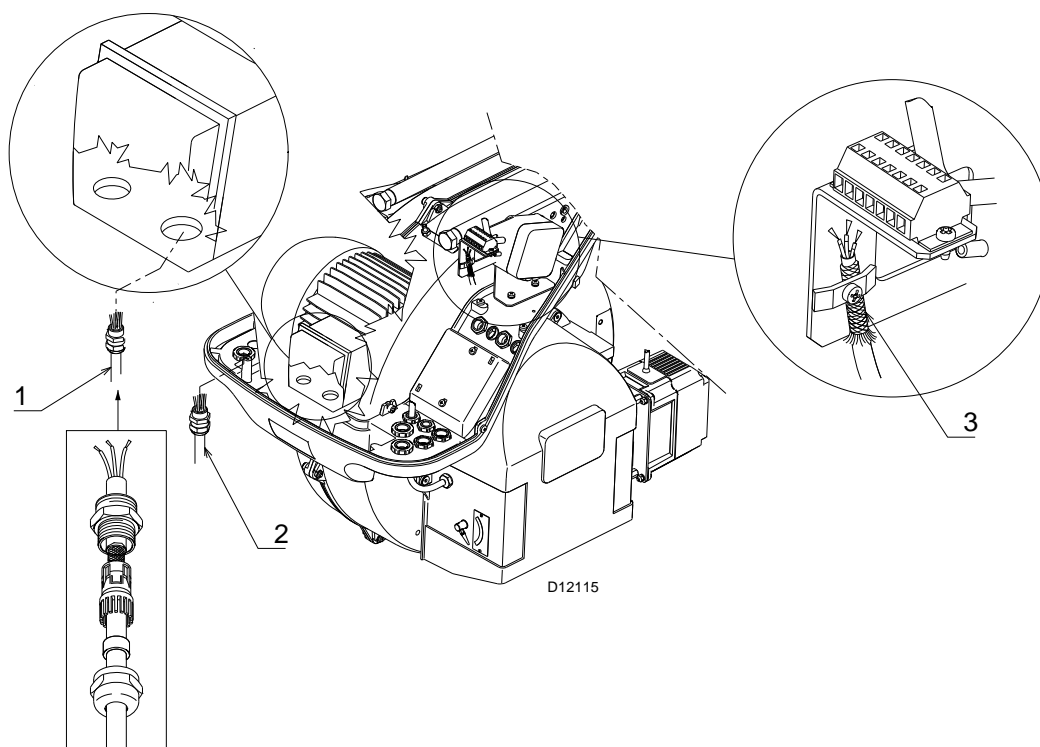

Fig. 22
Il est important de blinder le câble du moteur 1) comme indiqué sur la Fig. 22.
Légende (Fig. 22)
Le branchement de l'inverter à la came électronique REC 37..., doit être exécuté comme indiqué sur la Fig. 22 pos. 3.